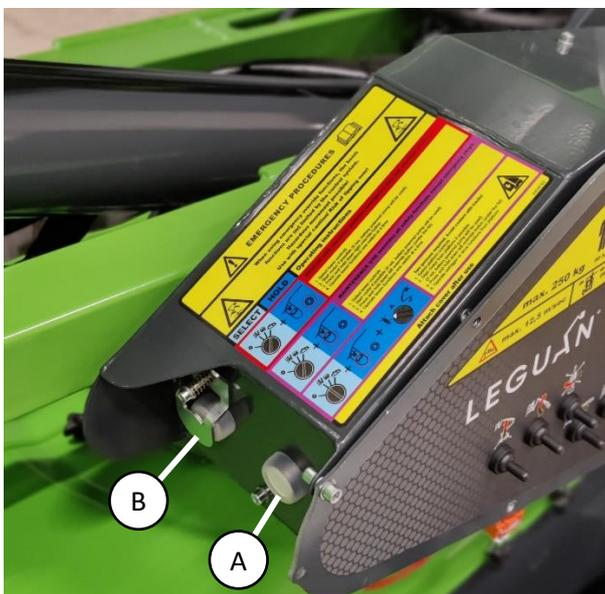

Figura 13. Pulsanti di esclusione
Per possibili situazioni di emergenza la piattaforma aerea è dotata di pulsante di esclusione del sistema di controllo del carico e del pulsante di arresto di emergenza (figura 13 (A)). Il pulsante deve essere utilizzato esclusivamente in **situazioni di estrema emergenza**, ad esempio perdita di coscienza dell'operatore nella piattaforma con attivazione del pulsante di arresto di emergenza e necessità di abbassare la piattaforma per la sua sicurezza. La piattaforma deve essere spostata in direzioni che riducono il momento di ribaltamento (verso il centro della macchina). **Il produttore non è responsabile per un eventuale cattivo uso della**
3. Tenere premuto il pulsante di esclusione situato più vicino all'operatore (figura 13 (A)).
Per possibili situazioni di emergenza la piattaforma aerea è dotata di pulsante di esclusione delle funzioni di sicurezza (figura 13 (B)). Tale pulsante consente di utilizzare le funzioni di guida, stabilizzatori e bracci in situazioni di guasto. La funzione può essere utilizzata ad esempio in una situazione di rottura di un sensore in cui la macchina deve essere spostata in una posizione sicura per essere riparata. **Utilizzare con estrema attenzione e solo in una situazione di emergenza!**
3. Tenere premuto il pulsante di esclusione situato sotto il coperchio nel punto più lontano dall'operatore (figura 13 (B)).